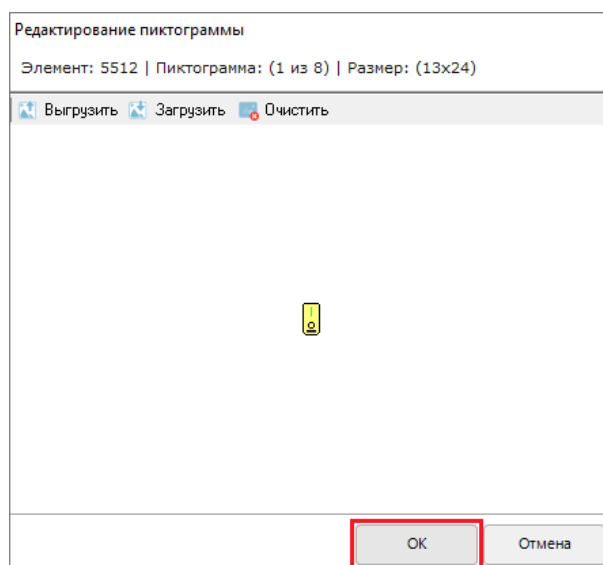

Рисунок 6-514 Подтверждение пользовательских изменений в диалоговом окне "Редактирование пиктограммы"
- 3) в нижней части диалогового окна «Редактирование пиктограммы» нажмите кнопку «ОК» (см. Рисунок 6-514) для подтверждения изменений (либо нажмите кнопку «Отмена» для отказа от изменений);